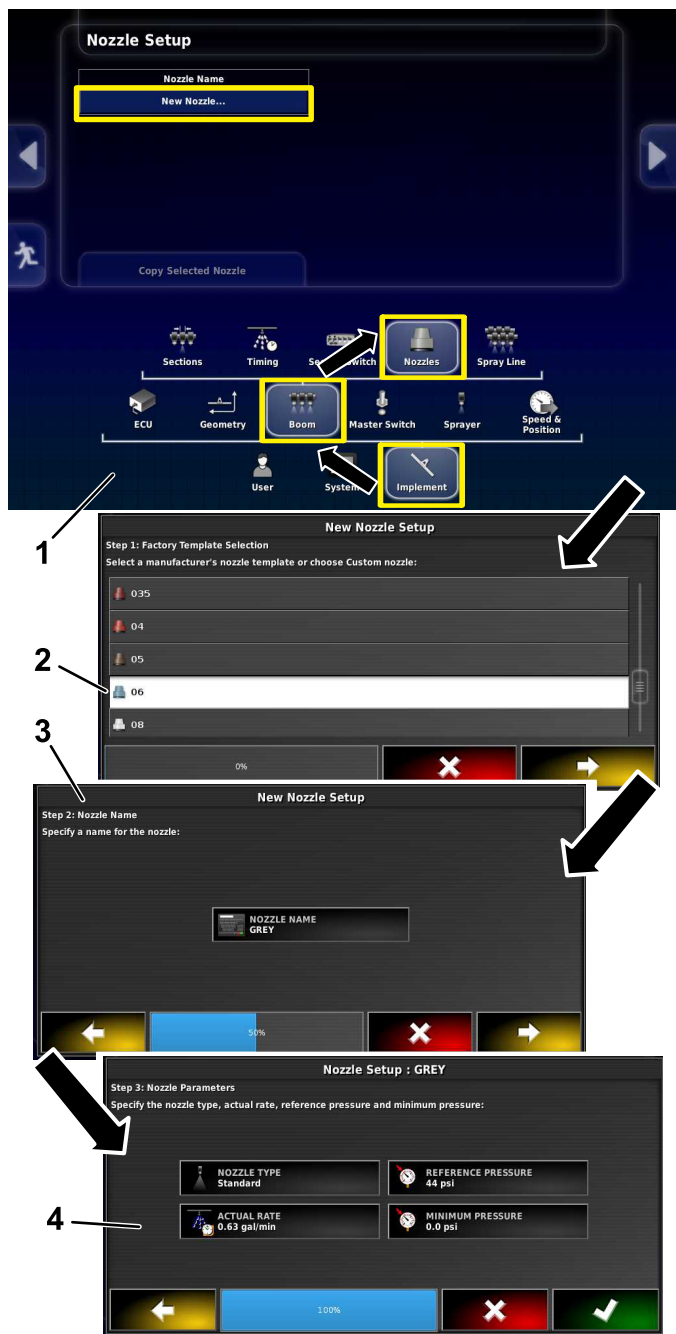

図 6
2. 機材 implement、ブーム boom、ノズル nozzles アイコンを選択 図 6。
3. 画面上部の新ノズル new nozzles アイコンを選択する 図 6。
4. サイズと色でノズルを選択 図 6。
5. ノズル名 NOZZLE NAME アイコンを押す 図 6。